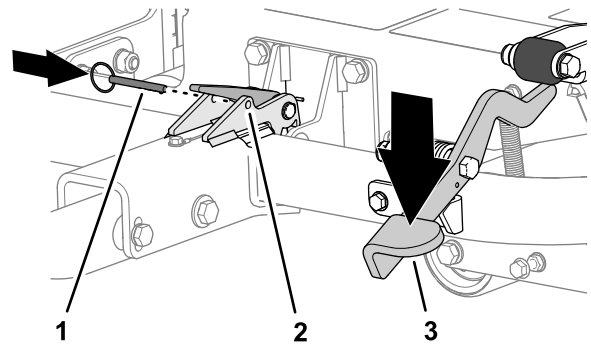

Bild 20
3. Treten Sie auf das Anbauvorrichtungspedal, bis die Anbauvorrichtung einrastet (Bild 20).
4. Stecken Sie den Sicherungsstift durch die Löcher in der Verriegelung (Bild 20).